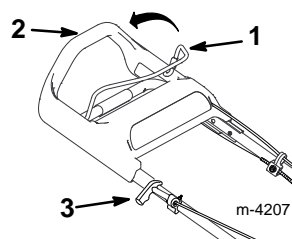

Abbildung 10
- Den Schnittmesserbetätigungsbügel gegen die obere Griffstange halten (Abb. 10).
- Leicht am Startergriff ziehen, bis Widerstand gespürt wird. Dann kräftig ziehen (Abb. 10). Das Seil langsam zum Griff zurückkehren lassen.